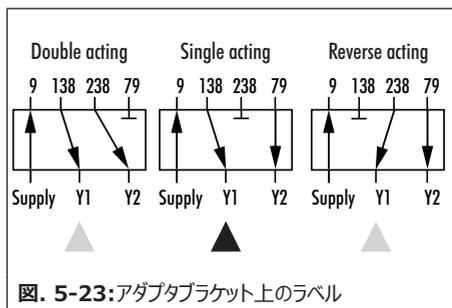

図. 5-23:アダプタブラケット上のラベル
2. 回転板 (7) をアダプタブラケット (6) から取り外します。
3. アダプタブラケット (6) をポジションナに配置し、ねじ (6.1) を使用して取り付けます。Oリングが正しく固定されていることを確認します。
4. 回転板 (7) をアダプタブラケット (6) に取り付けます。Oリングが正しく固定されていることを確認します。
5. 回転板を回して、図. 5-23 から必要なスイッチング機能を選択します。回転板の矢印が対応するスイッチング機能を指すようにします (図. 5-18 を参照)。
6. レバー (M) のフォロワピンをピン位置から外し、90°の位置に配置します。